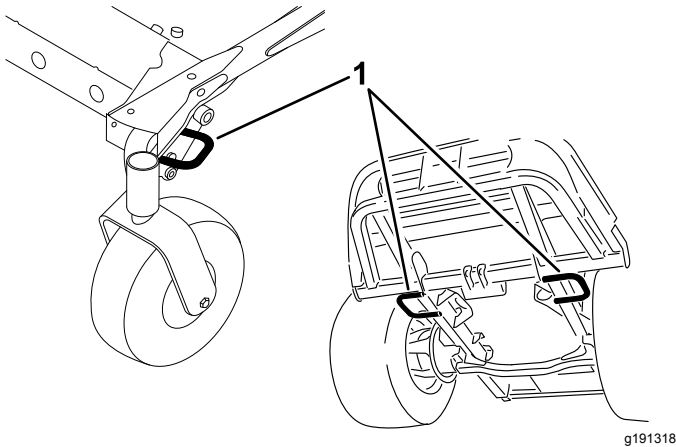

Figura 27
5. Utilice los puntos de amarre de la máquina para sujetar la máquina firmemente al remolque o al camión con correas, cadenas, cables o cuerdas (Figura 27).